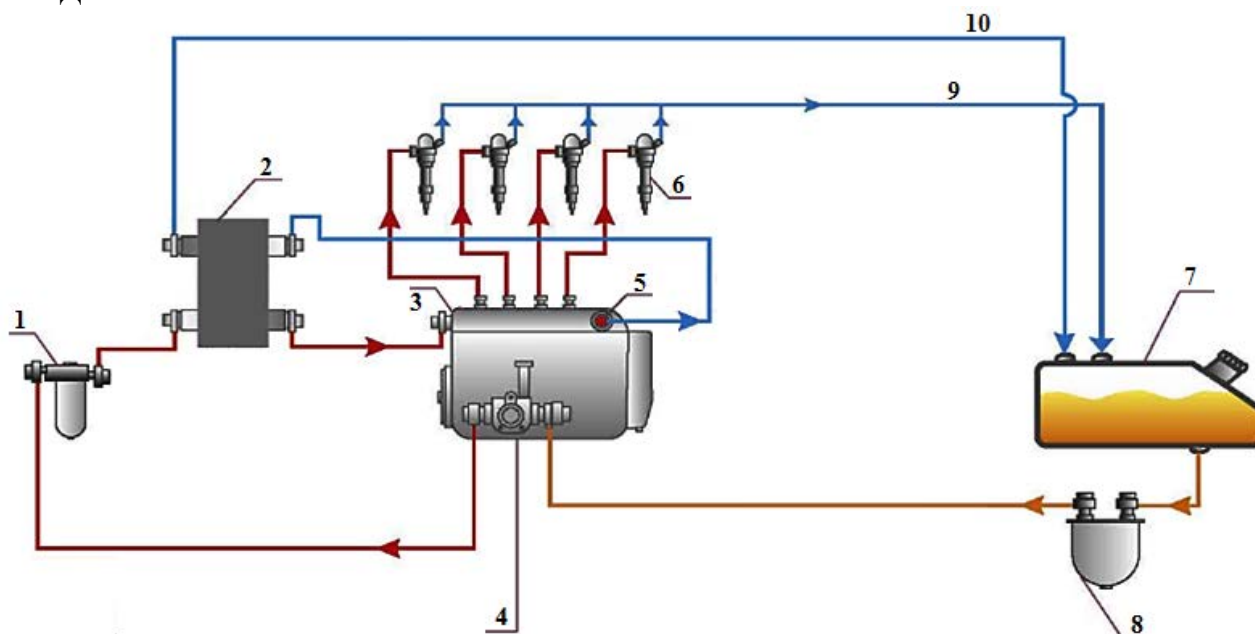

Рис.8. Установка подающей камеры на давление
1) Установка подающей камеры производится в топливную магистраль после ТНВД **(на давление)** (см. рисунок 8).